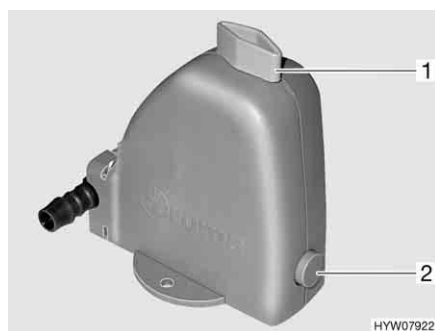

Fig. 116 Valve de sécurité et de vidange du chauffe-eau
Le chauffe-eau est équipé d'une valve de sécurité et de vidange (Fig. 116). La valve de sécurité et de vidange empêche que l'eau ne gèle dans le chauffe-eau lorsque le chauffage n'est pas allumé en cas de gel.
- Fermer la valve de sécurité et de vidange. Tourner pour cela le bouton rotatif (Fig. 116,1) dans le sens transversal par rapport à la valve de sécurité et de vidange et enfoncer le bouton-poussoir (Fig. 116,2).
- Ouvrir la valve de sécurité et de vidange. Tourner le bouton rotatif (Fig. 116,1) dans le sens longitudinal par rapport à la valve de sécurité et de vidange. Le bouton-poussoir (Fig. 116,2) ressort. Le chauffe-eau est vidé à l'extérieur par le biais de la valve de sécurité et de vidange.